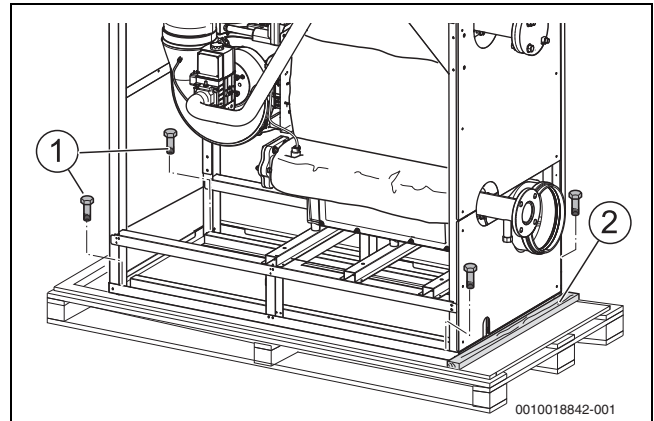

Рис. 4 Отсоединение котла от поддона (примерное изображение)
- ▶ Сдвигайте котёл с поддона со стороны горелки или со стороны выхода дымовых газов. При сдвигании котла со стороны выпуска дымовых газов удалите фиксирующую планку (→ рис. 4).